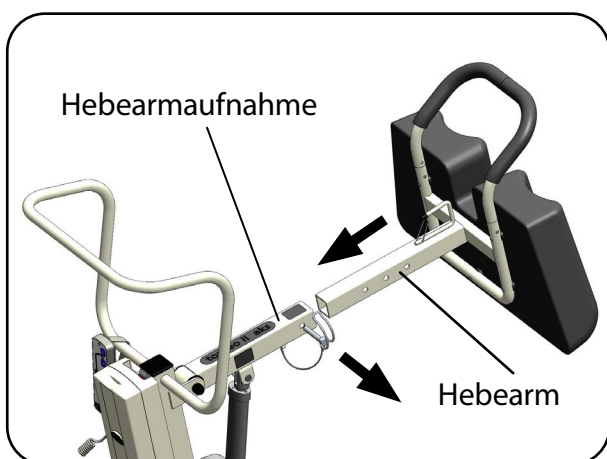

Abb. 6.2.05 – Hebearm Montage
7. Stecken Sie den Hebearm in die Hebearmaufnahme. Achten Sie darauf, dass der Haltegriff nach oben zeigt (Abb. 6.2.05).